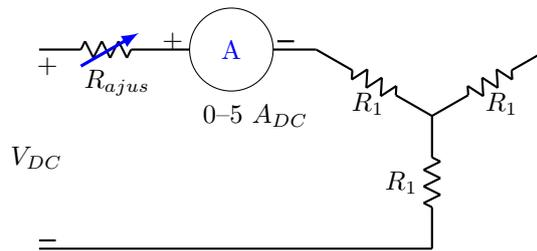

Figura 23: Circuito para determinar la resistencia del estator R_1 .
1. Determine la resistencia del estator R_1 mediante la prueba de corriente continua haciendo uso del circuito de la figura 23.